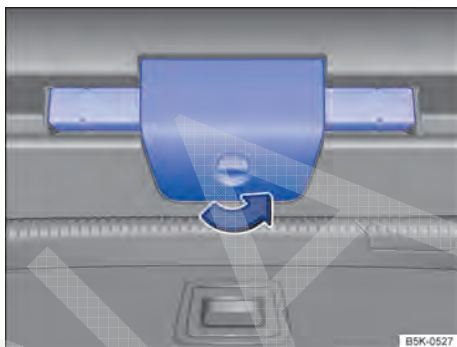

Fig. 30 Na tampa do compartimento de bagagem: suporte para o triângulo de segurança.
- Girar o fecho do suporte do triângulo de segurança 90° no sentido da seta → Fig. 30.